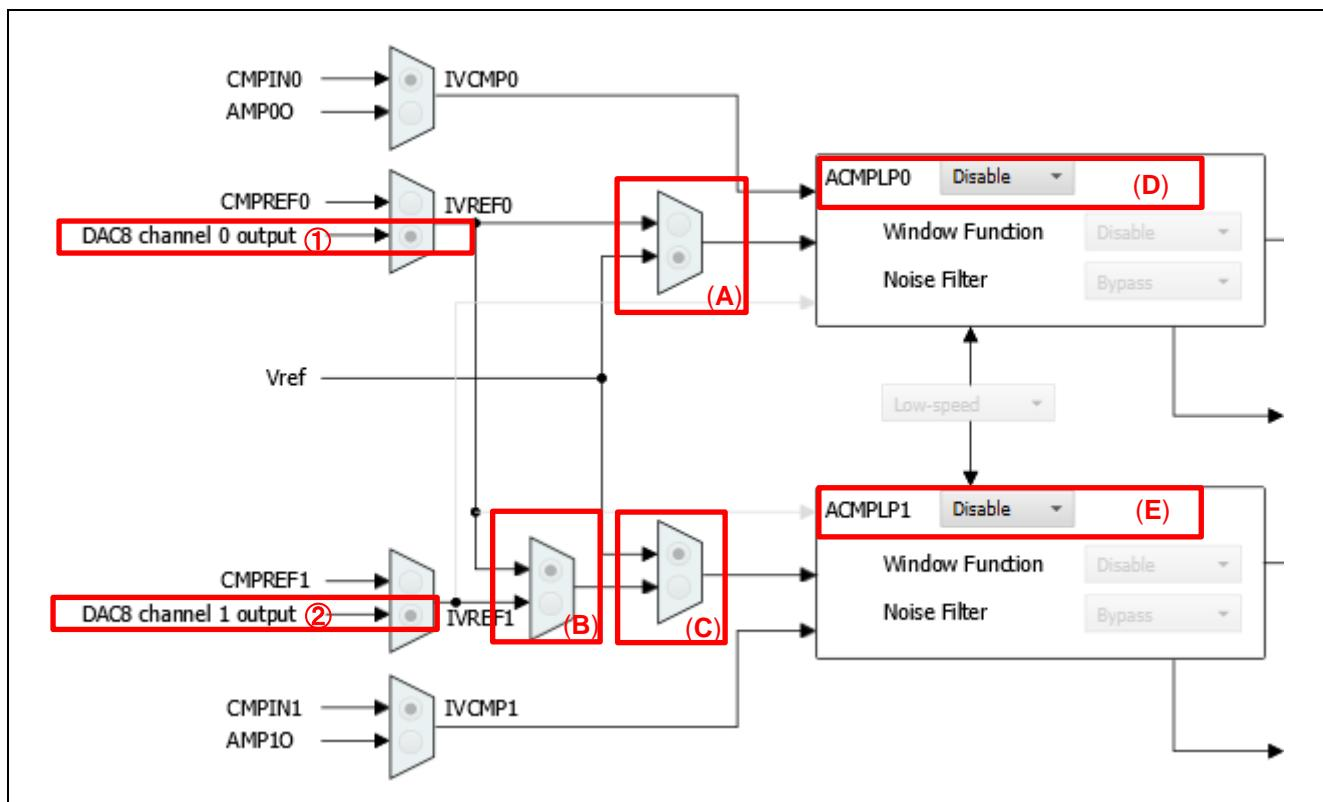

図 3-4 ACMPLP の設定例
##### ■ ACMPLP の「DAC8 channel 0 output」を選択した場合(図 3-4 の①)
- 図 3-4 の(A)で Vref を選択した場合
- ACMPLP0 を「Disable」に選択した場合(図 3-4 の(D))
- 図 3-4 の(B)で IVREF0 を選択、図 3-4 の(C)で Vref を選択、かつ ACMPLP1 を「Enable」に選択した場合(図 3-4 の(E)を Enable に設定)
上記 ACMPLP0 の設定では図 3-4 の①の設定が無効となります。そのため、図 3-4 の①を「DAC8 channel 0 output」から「CMPREF0」に変更してください。
■ ACMPLP の「DAC8 channel 1 output」を選択した場合(図 3-4 の②)
- 図 3-4 の(B)で IVREF0 を選択した場合
- 図 3-4 の(C)で Vref を選択した場合
- ACMPLP1 を「Disable」に選択した場合(図 3-4 の(E))
上記 ACMPLP1 の設定では図 3-4 の②の設定が無効となります。そのため、図 3-4 の②を「DAC8 channel 1 output」から「CMPREF1」に変更してください。